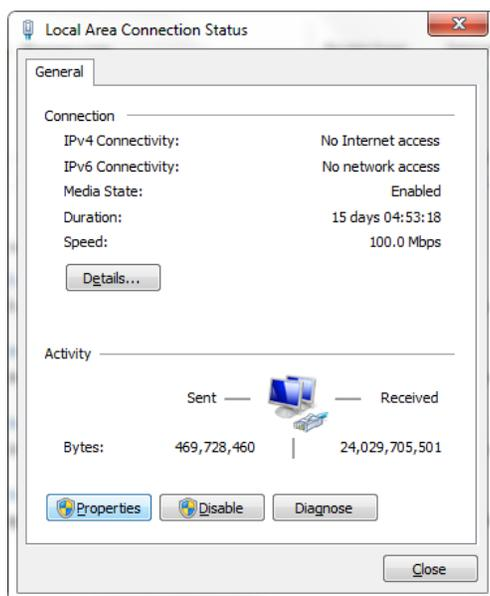

图 65：局域网连接状态窗口
- 11) 在**通信设置**下，单击 IP 地址旁的**编辑**按钮。打开**局域网连接状态**窗口。见图 65。